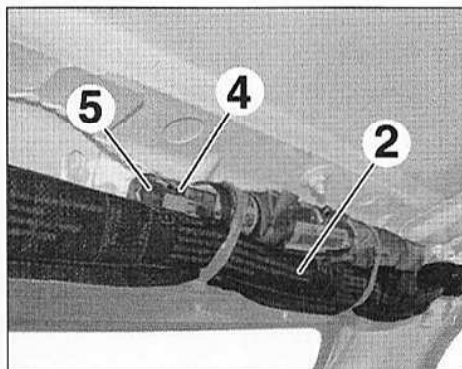

FIG.22
- Débrancher le connecteur (4) (Fig.22).
- la vis (5),
- l'airbag rideau (2).